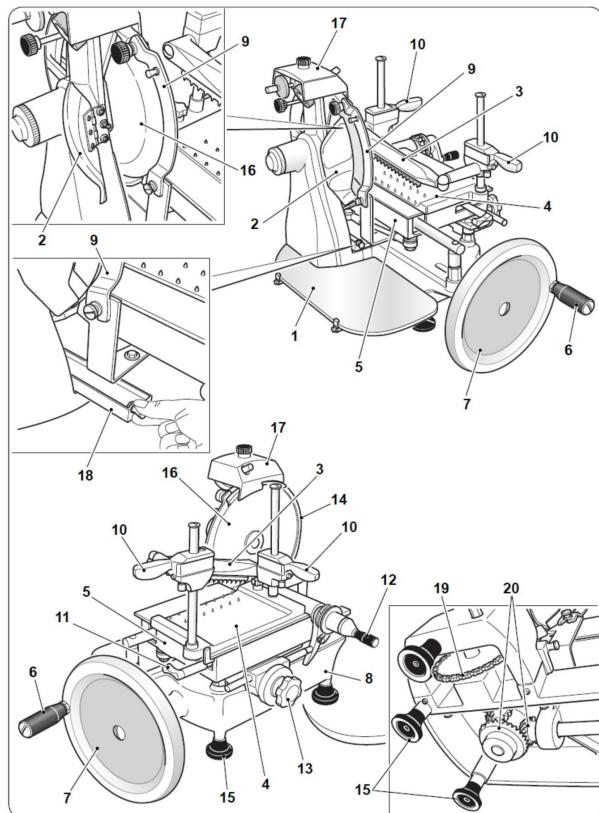

Fig. 2
- Limpie todas las piezas desmontadas y el cuerpo de la máquina sólo agua caliente (a una temperatura no inferior a 30°C) y un detergente lavavajillas biodegradable espumosa. Utilice un paño suave y esponjoso, si es necesario, un cepillo de nylon para las áreas de puntas del soporte de producto (Fig. 2, #4) y el empujador (Fig. 2, #3).
La base (Fig. 2, No.8) y las piezas pintadas se puede limpiar con un paño suave y evitando el uso de detergentes abrasivos.
ADVERTENCIA: SIEMPRE limpiar la hoja (Fig. 2, #16) con el protector de la hoja (Fig. 2, No.9) equipados.
No utilice detergentes para limpiar la hoja (Fig. 2, No.16).
- Engrasar carril de guía de carro (Fig. 2, nº5) y el soporte del producto (Fig. 2, #4) y los puntos de lubricación.**
- **Engrasar la cadena (Fig. 2, #19) y el engranaje cónico (Fig. 2, No.20).**
Afilar la hoja (Fig. 2, No.16) de forma periódica o por lo menos una vez cada 6 meses.
- Retire la bandeja de recogida de grasa (Fig. 2, #18) y el aceite de la boquilla (figura 29).
ADVERTENCIA: SIEMPRE trabajar con el protector de la hoja (Fig. 2, No.9) equipados adecuadamente.
- Girar el volante (Fig. 2, #7) mientras pulsa el botón "X" y llevar a cabo alrededor de 20 a 30 revoluciones blade.
- Girar el volante (Fig. 2, #7) de nuevo mientras pulsa el botón de "K" y realizar 1 ó 2 vueltas de hoja.
- Levante la máquina de cortar y aplicar 3 a 4 gotas de lubricante suministrado a la cadena (Fig. 2, #19) y los engranajes (Fig. 2, #20).
ADVERTENCIA: siempre consulte Omcan lo que respecta a la retirada y eliminación de la hoja (Fig 2, #16.) Por lo que la eliminación puede realizarse con total seguridad.